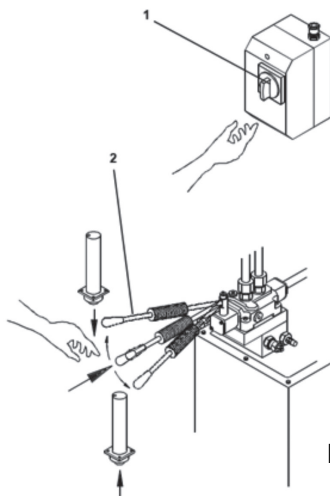

Fig 7
• Actionner l'interrupteur (1) de mise en fonction de la centrale (Fig. 7).
• Actionnez le levier (2) en le poussant et en le maintenant enfoncé vers l'unité hydraulique, puis soulevez ou abaissez le levier lui-même pour déplacer le piston.